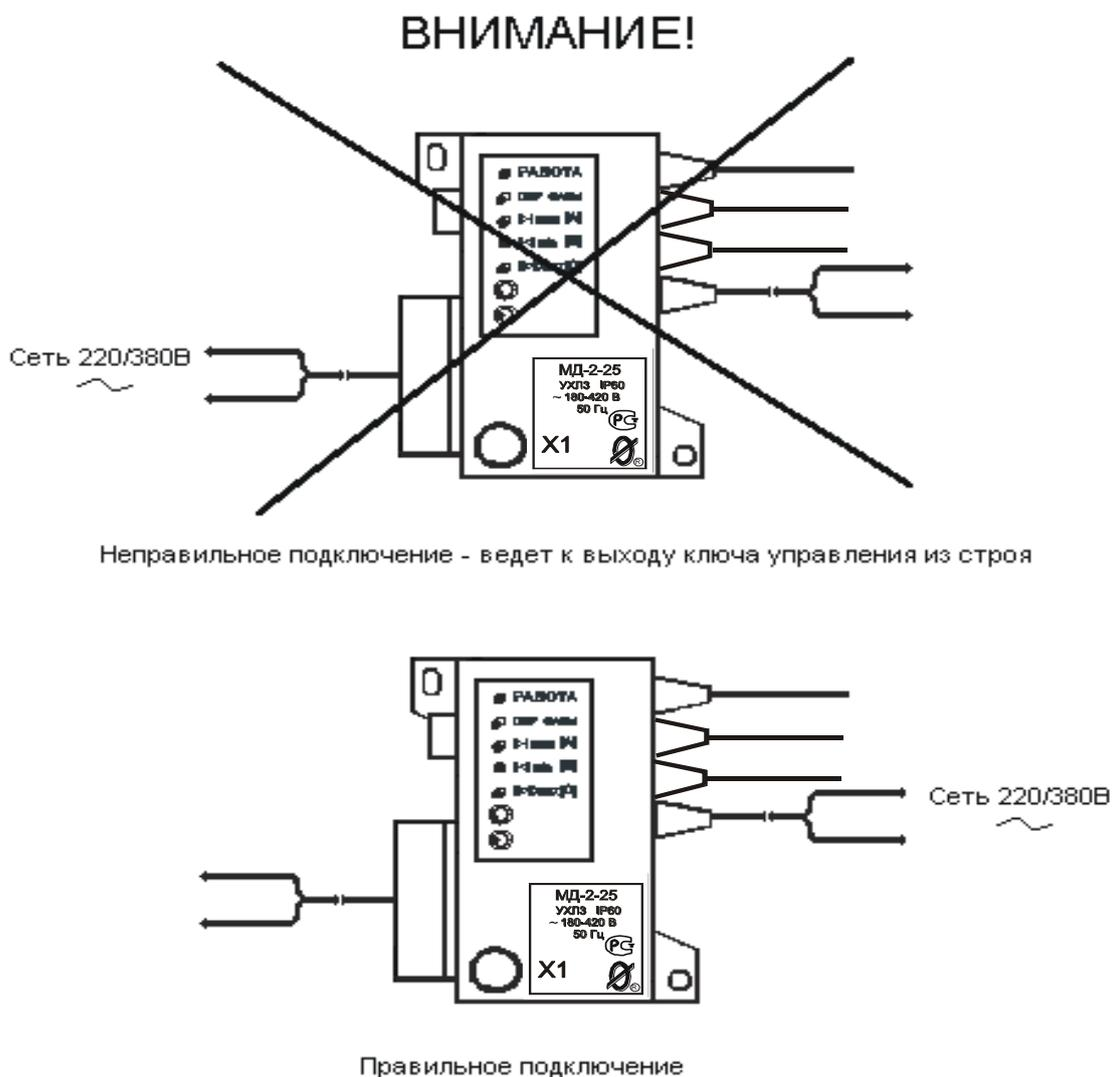

Рисунок 2 – правильное подключение прибора с внешним ключом управления
3.1 Подключение прибора с внешним ключом показано на рис.2.
8.2. Неправильное подключение прибора с внешним ключом (рис.2) приводит к выходу ключа из строя, что не является гарантийным случаем.